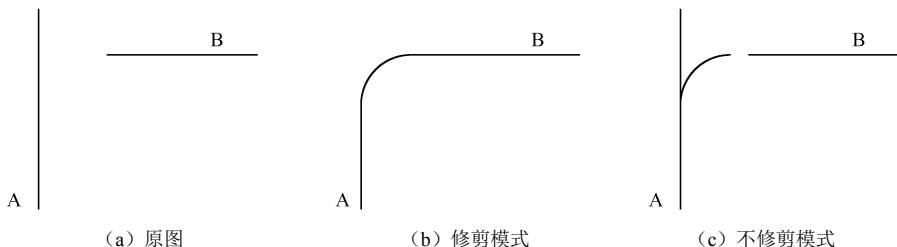

图 4-39 圆角示例
(1) 参照图 4-39 (a), 绘制长度 100 左右的直线 A 和 B。用半径为 30 的圆角将直线 A 和直线 B 连接起来。
结果如图 4-39 (b) 所示。
结果如图 4-39 (c) 所示。